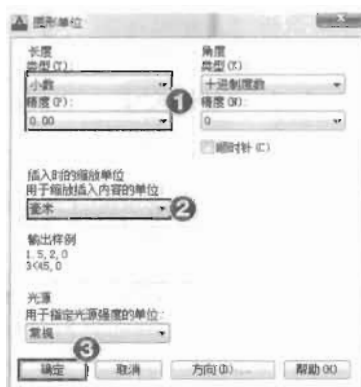

图 2-83
(1) 启动 AutoCAD 2013 新建一个图形文件。
(2) 执行“格式>单位”菜单命令,设置“长度”的类型和精确度,以及测量单位,如图 2-83 所示。